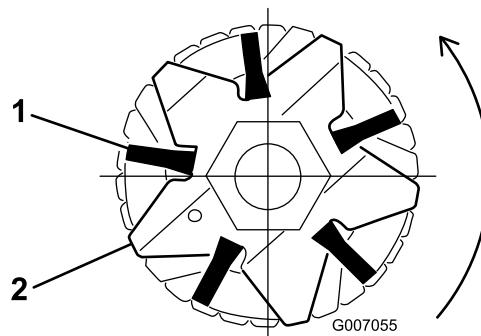

Figura 39
- Verificate che le spazzole siano alloggiate nelle scanalature della lama grooming (Figura 39 e Figura 40).
- Avvolgete le cinghie, senza tenderle, attorno all'albero del cilindro grooming e alle spazzole, come mostrato in Figura 40, inserendole nella scanalatura di queste ultime Figura 39. Posizionate le spazzole in modo che le cinghie siano situate tra le seguenti lame 1-2, 14-15, 28-29 e 41-42.